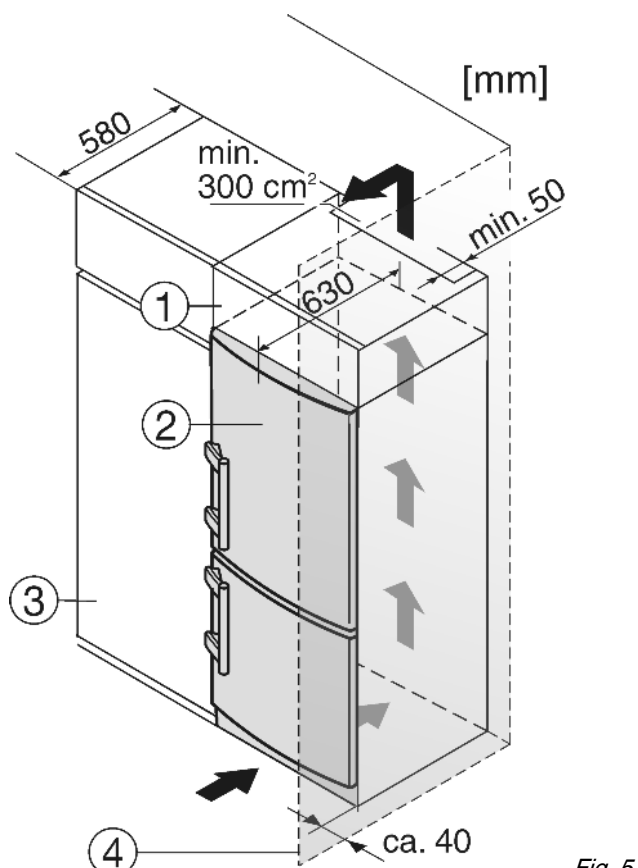

Fig. 5
- (1) Дополнительный шкафчик
(2) Устройство
(3) Кухонный шкаф
(4) Стенка
Устройство может быть окружено предметами кухонной обстановки. Чтобы уравнять устройство Fig. 5 (2) по высоте с кухонной стенкой, можно установить над устройством соответствующий дополнительный шкафчик Fig. 5 (1).
При комбинировании с обычными кухонными шкафами (глубина макс. 580 мм) устройство можно установить непосредственно рядом с кухонным шкафом Fig. 5 (3). Дверь устройства выступает по сторонам на 34 мм и по центру устройства на 50 мм относительно передней стенки кухонного шкафа. Поэтому ее можно свободно открывать и закрывать.
Если устройство установлено на шарнирах у стены Fig. 5 (4), то расстояние между устройством и стеной должно быть не менее 40 мм. Настолько выступает ручка при открытой дверце.